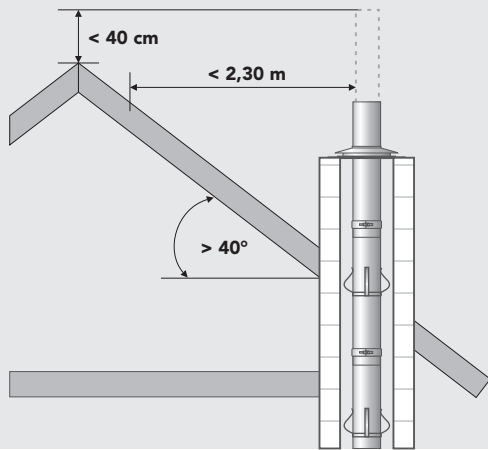

Bild 2: wenn Zuluftöffnung auf gegenüberliegender Gebäudeseite von der Mündung:
- bei einer Dachneigung von mehr als 25° , wenn die Öffnung der Verbrennungsluftzufuhr und die Mündung der Abgasanlage auf verschiedenen Seiten des Firstes liegen und der horizontale Abstand von der Spitze des Firstes mehr als 1,0 m beträgt. (**Bild 2**)